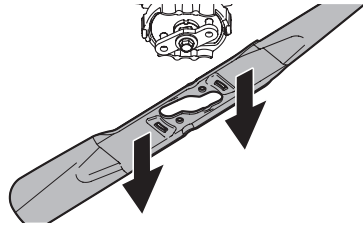

Figura 46
5. Cuando el orificio del centro de la cuchilla se alinee con el retenedor de cuchillas del tractor, baje la cuchilla con cuidado. Consulte la Figura 46.